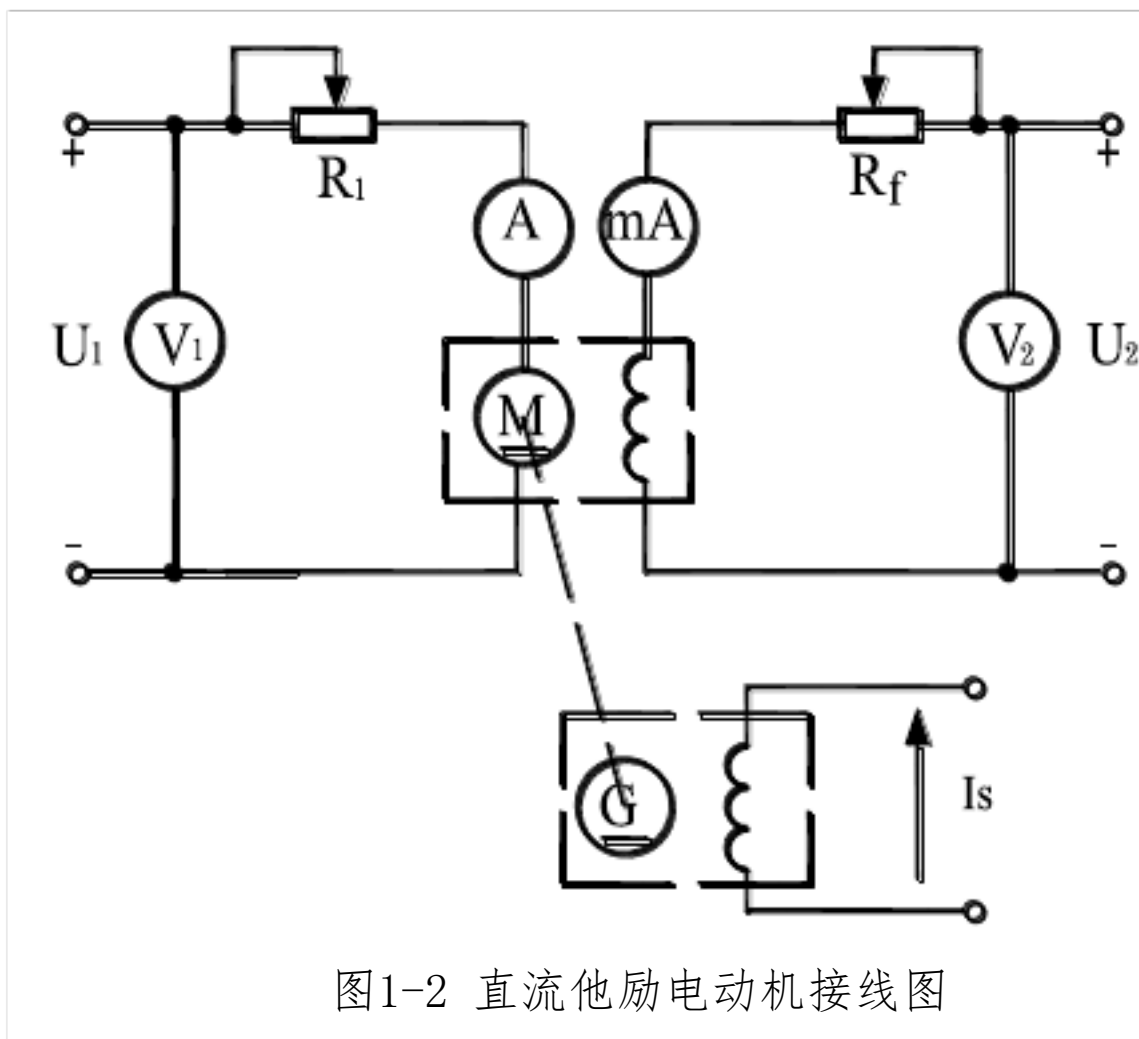

图1-2 直流他励电动机接线图
(1) 按图 1-2 接线，检查 M、G 之间是否用联轴器联接好，电机导轨和 MEL-13 的连接线是否接好，电动机励磁回路接线是否牢靠，仪表的量程，极性是否正确选择。
(2) 将电机电枢调节电阻 R_1 调至最大，磁场调节电阻调至最小，转矩设定电位器（位于 MEL-13）逆时针调到底。
(3) 开启控制屏的总电源控制钥匙开关至“开”位置，按次序按下绿色“闭合”按钮开关，打开励磁电源船形开关和可调直流电源船形开关，按下复位按钮，此时，直流电源的绿色工作发光二极管亮，指示直流电压已建立，旋转电压调节电位器，使可调直流稳压电源输出 220V 电压。
(4) 减小 R_1 电阻至最小。